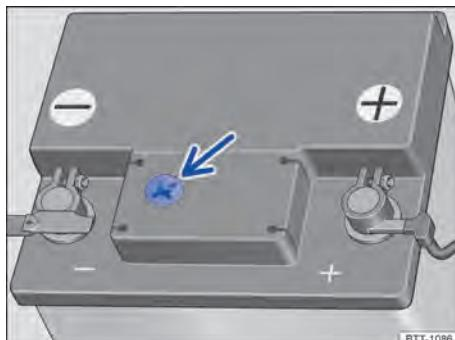

Fig. 175 Representação esquemática: visor no lado superior da bateria do veículo.
A bateria do veículo 12 V não requer manutenção. Se houver um visor de inspeção da bateria na parte superior da bateria → Fig. 175, o nível de ácido da bateria pode ser verificado.
- Providenciar iluminação suficiente, para poder reconhecer nitidamente o indicador de cores no visor circular na parte de cima da bateria do veículo 12 V → Fig. 175 (seta). Jamais utilizar chamas expostas ou objetos incandescentes como iluminação.